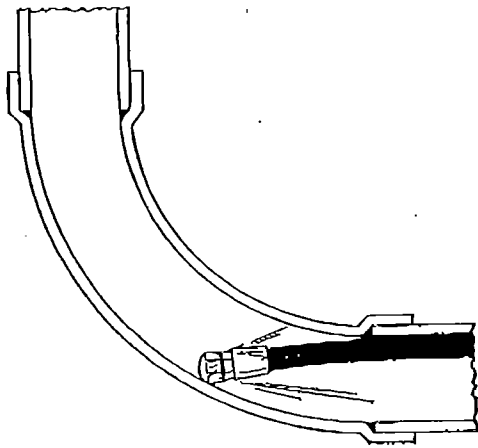

図 4
- 1、手前にホースを少し引張って、ホースを1/4 - 1/2周を回転しながら、排水管に送り込む。(図4、5)